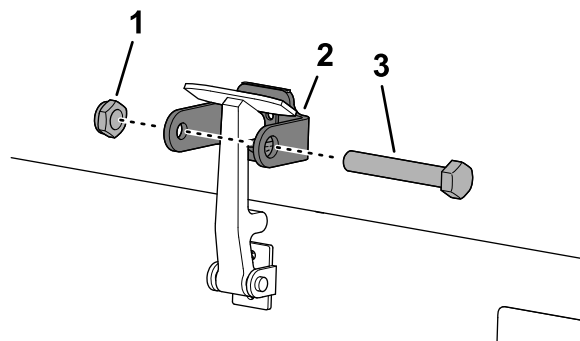

Рисунок 33
7. Вверните болт в другой рычаг кронштейна защелки капота для блокировки защелки в надлежащем положении (Рисунок 33).